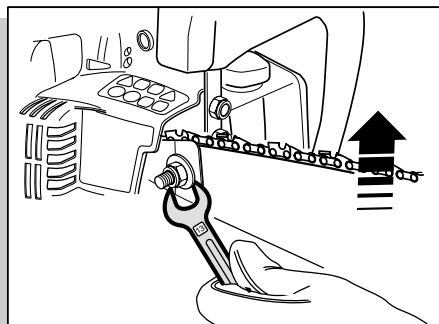

fig. 6
- Løft op i sværdet, og tilspænd sværdmøtrikken med den medfølgende nøgle (fig. 6).